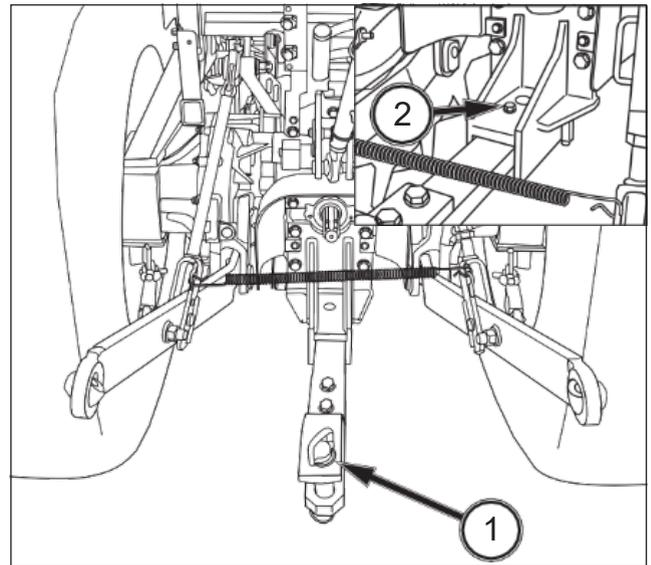

FIG. 81
FIG. 81: El tractor dispone de un enganche trasero (TRH-1833) (1). El enganche trasero situado en la parte trasera del tractor permite enganchar al mismo los equipamientos remolcados. El tractor no dispone de un circuito de frenado para el remolque.